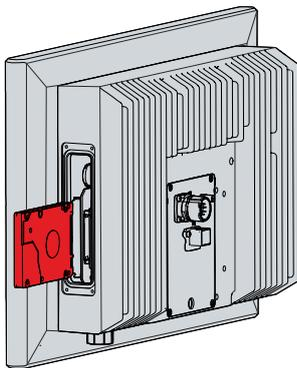

Abb. 41: CP32xx-1600_Austausch Speichermedium
2. Stecken Sie die neue Batterie per Hand in den PC. Achten Sie dabei auf die richtige Polung. Der Minuspol der Batterie muss zum Display zeigen (siehe Abb. 41).